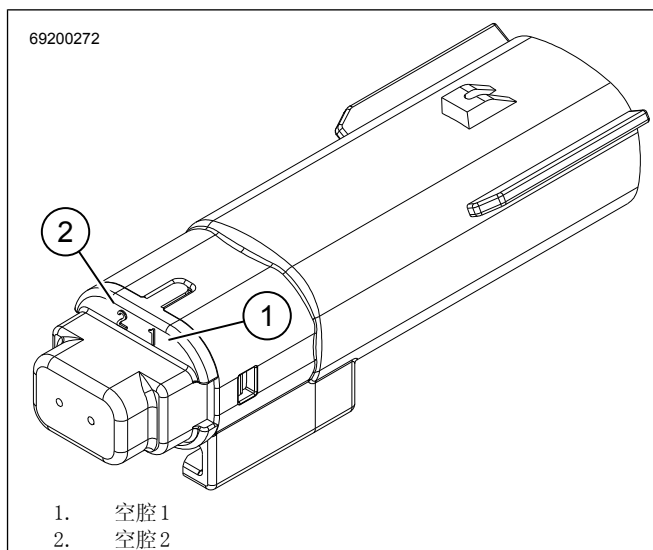

图5。2针连接器69200272
3. 参见图 5。将白色/粉色插针接线端安入连接器 [69200272] 的空腔 1 中。